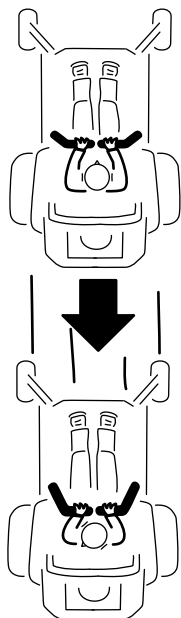

Рисунок 27
2. Для перемещения назад медленно передвиньте рычаги управления движением назад (Рисунок 27).